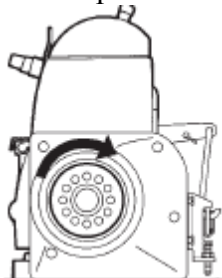

Рис. 4
3. Когда машина используется в первый раз, включите питание, а затем проверьте направление вращения шкива машины. Шкив машины должен поворачиваться по часовой стрелке при рассмотрении со стороны шкива. (Рис.4).